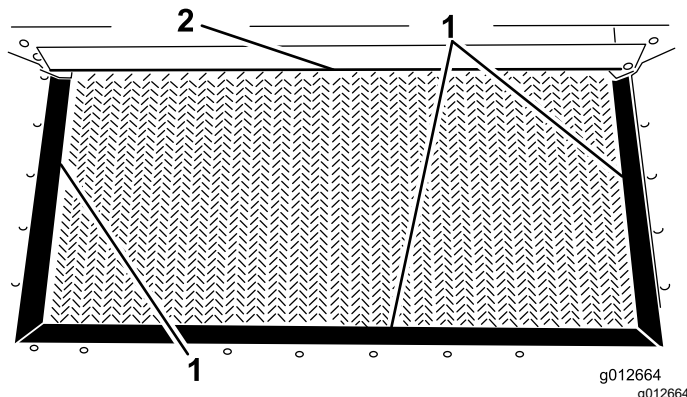

Figura 27
3. Controllate eventuali segni di usura o strappi nelle tenute della tramoggia o nei bordi della sponda (Figura 27)